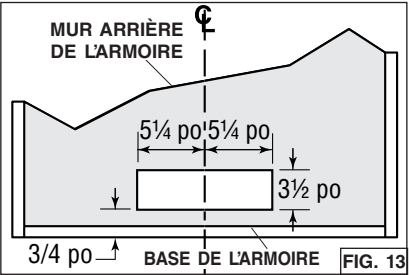

FIG. 13
8. Découper le trou pour l'évacuation horizontale dans le mur arrière de l'armoire aux dimensions indiquées (FIG. 13).